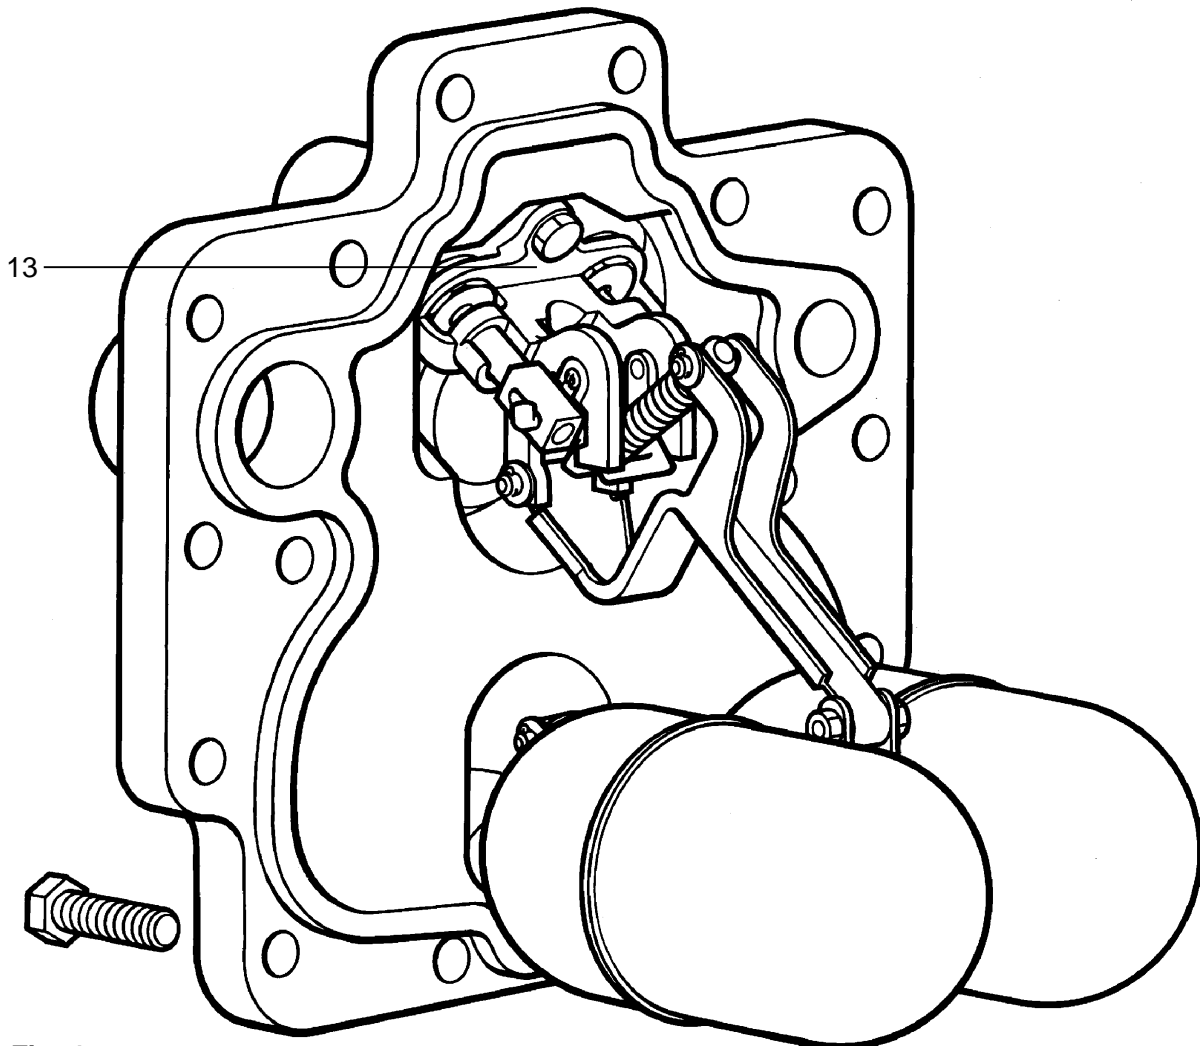

Fig. 4
19. Asegure que el actuador esté bien alineado y colocado en las ranuras del soporte (item 13).
21. Cuando vuelva a montar el eje de sujeción del resorte (Y) (30 mm long.) y el eje de pivotaje de la bomba (X) (52 mm long.), utilice siempre arandelas y pasadores nuevos.
**Nota:** El mecanismo de distribución se ha diseñado para no requerir ajustes, simplificando el montaje de piezas nuevas. Si después de montarlo el mecanismo no funciona correctamente, compruebe que todos los elementos estén ensamblados y alineados como en la Fig. 4.
27. Vuelva a conectar los conductos de vapor de alimentación y de salida en las conexiones marcadas como (IN) y (OUT). La APT14 está a punto para ser puesta en marcha.